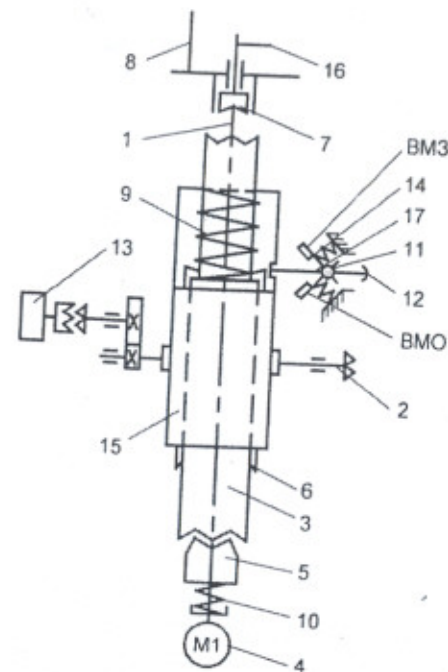

Рис.3 Схема кинематическая принципиальная:
4.1. Привод состоит из следующих основных узлов и деталей (рис. 3): корпуса с фланцем для крепления привода к арматуре, крышки, электродвигателя 4, кулачковой муфты 5 с пружиной 10, шлицевого вала 3, червяка 15, червячного колеса 6, штока 1, микропереключателей моментных ВМЗ и ВМО, рычагов 14, поводка 17, оси 11 с упором 12, пружины 9 и путевого выключателя 13.